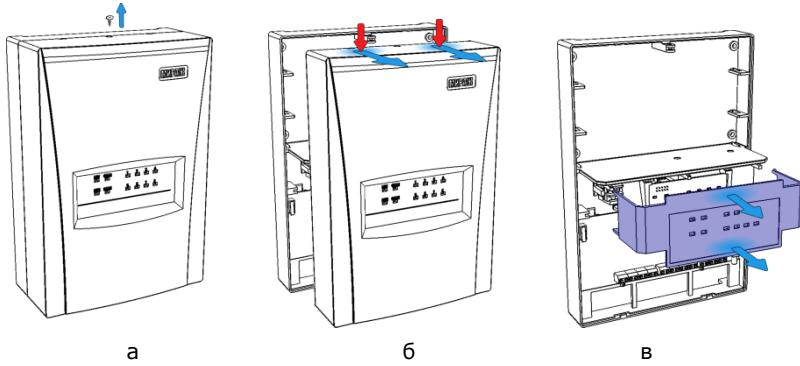

Рис. 5.3. Демонтаж корпуса контроллера
- Снимите крышку контроллера. Для этого сначала выкрутите винт (рис. 5.3 а), затем нажмите на защелки и отсоедините от основания крышку контроллера (рис. 5.3 б), а затем отсоедините крышку панели индикации (рис. 5.3 в).